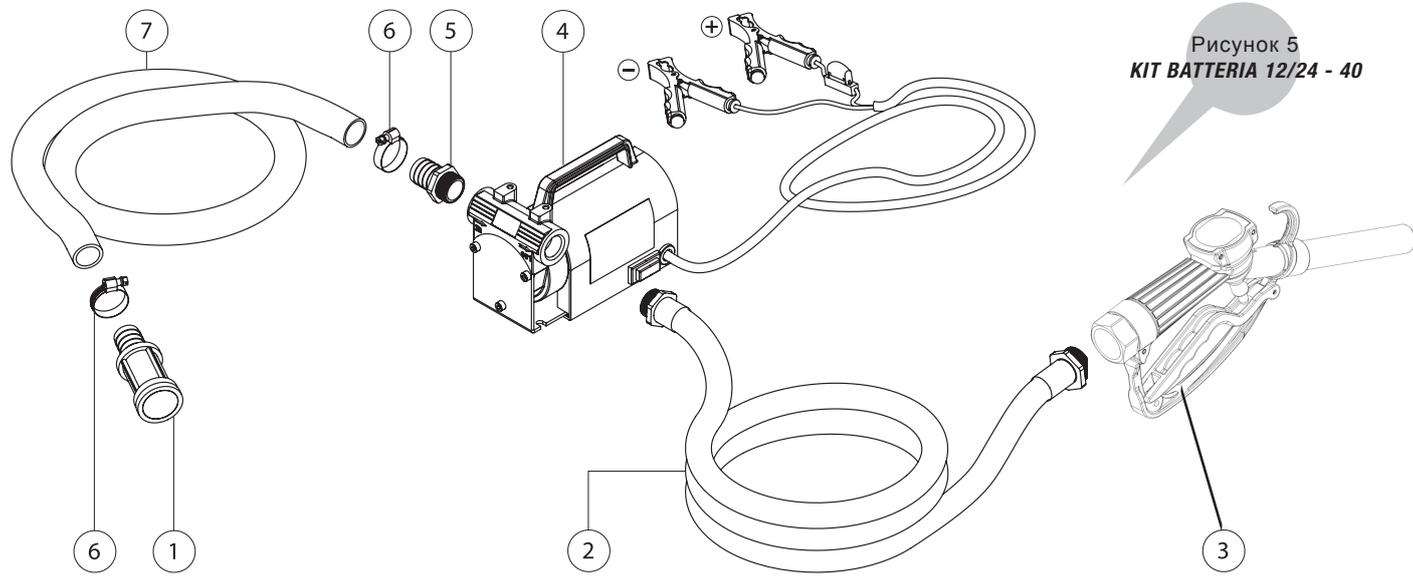

Рисунок 5
**KIT BATTERIA 12/24 - 40 (FIG 5)**